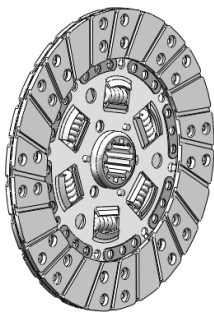

图 5-39 导入摩擦片并装配
STEP 4 导入两个“摩擦片.sldprt”，并将其装配到波形弹簧片的两边（对称错开放置），如图 5-39 所示。